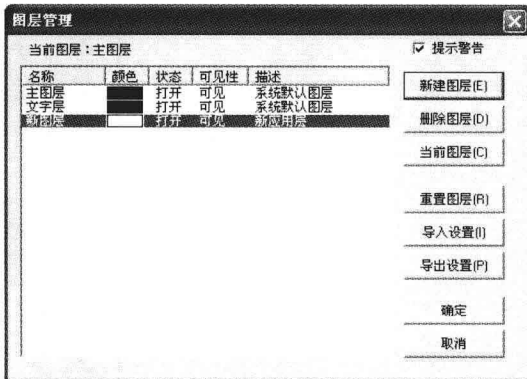

图1-8 新建图层
② 在对话框中单击“新建图层”按钮，对话框中出现一个新的图层，如图1-8所示。